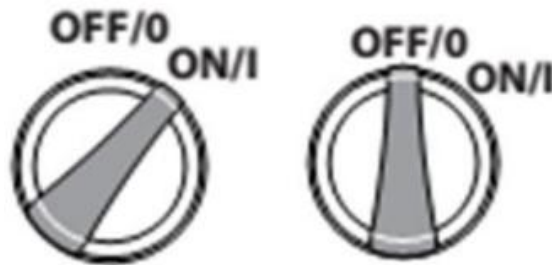

Fig.9
5. Placer l'interrupteur d'alimentation en position "I".(Fig.9)
2. Placer l'interrupteur en position "O" (Fig.9).
2. Coupez l'interrupteur d'alimentation (position "O").(Fig.9)